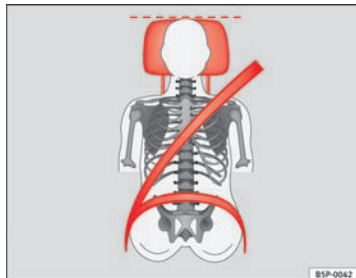

Fig. 12 Sangle bien ajustée et appui-tête correctement réglé (vue de l'avant)
- La sangle baudrier de la ceinture de sécurité doit passer au milieu de l'épaule, jamais sur le cou. La ceinture de sécurité doit s'appliquer bien à plat sur le buste et l'enserrer fermement ⇒ fig. 12.